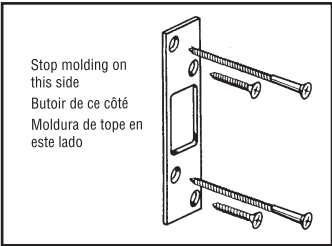

Fig. 6B
**Step 6B: Deadbolt Strike** -For deadbolt models, position strikeplate to align with deadbolt. Be sure center of bolt aligns with the center of the strike. Outline with pencil, and chisel or rout 3/32 in. deep, inside the outline, so that strike will be flush with jamb. Predrill 1/8 in. holes. The holes nearest to the stop molding receive the long screws. Install the screws into the strike (**Fig. 6B**).
**Étape 6B: Gâche de serrure à pêne dormant** - Pour les modèles munis d'un pêne dormant, posez la gâche de façon à ce qu'elle soit alignée avec le pêne dormant. Assurez-vous que le centre du pêne soit bien aligné avec le centre de la gâche. Tracez le contour au crayon et creusez le long du tracé à une profondeur de 0,24 cm, de façon à aligner la gâche avec le montant. Percez des avant-trous à l'aide d'un foret de 1/8 po. Les vis longues seront insérées dans les trous les plus près du butoir. Insérez les vis dans la gâche (**Fig. 6B**).
**Paso 6B: Cerrojo para cerradura con pestillo:** En los modelos de cerradura con pestillo, alinee la placa del cerrojo con la cerradura con pestillo. Asegúrese de que el centro del perno se alinee con el centro del cerrojo. Marque con un lápiz y cincele o rebaje 0,24 cm (3/32") de profundidad, dentro de la marca, de manera que el cerrojo quede al ras con la jamba. Taladre previamente orificios de 0,32 cm 1/8". Los orificios que estén más cerca de la moldura de tope recibirán los tornillos largos. Instale los tornillos en el cerrojo (**Fig. 6B**).